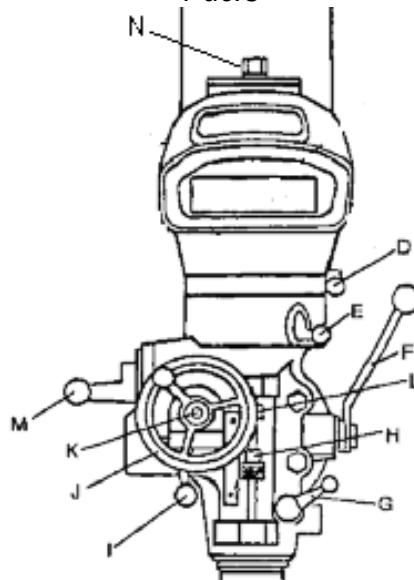

Рис.4
(B) Ослабьте стопорные ручки кожуха ремня (A, Рис. 4) и откройте кожух.
Маховик точной регулировки пиноли (J, рис. 4) вы можете активизировать посредством рычага (I) Вкл/Выкл подачи при сверлении. Тяговая/нажимная кнопка подачи при сверлении (K) должна при этом находиться в нейтральном (среднем) положении.